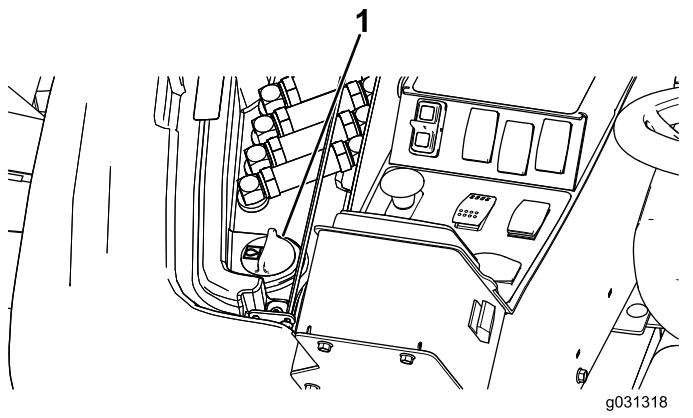

Figura 120
- No lado direito da máquina, levante a cobertura de acesso para expor a tampa do depósito hidráulico (Figura 120).
3. Limpe a zona em redor do tubo de enchimento e da tampa do depósito hidráulico (Figura 120).